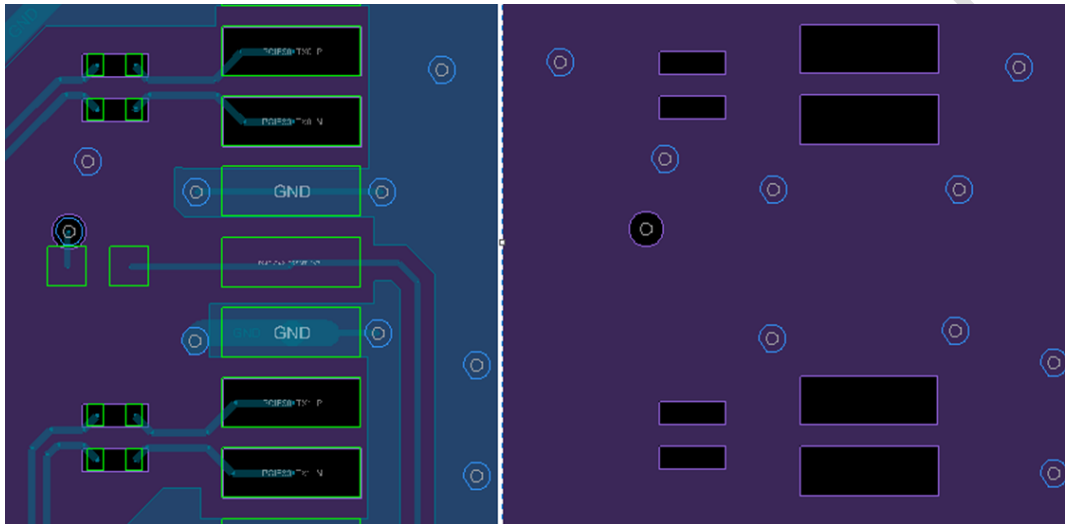

图 3 - 65 PCIe Slot的焊盘和AC耦合电容的焊盘的下方挖空示意图
- 如果有长距离走线，建议考虑一下PCB玻璃纤维编织效应，有条件的尽量避免长距离一个方向走线，建议修改成10度的旋转走线方式或折线，见图 3 - 63。